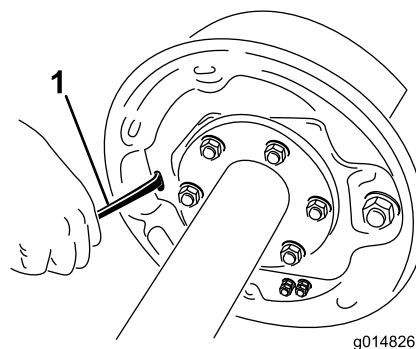

Figura 51
4. Com uma chave de fendas, gire a roda em estrela do conjunto de ajuste para alargar os calços do travão (Figura 51).